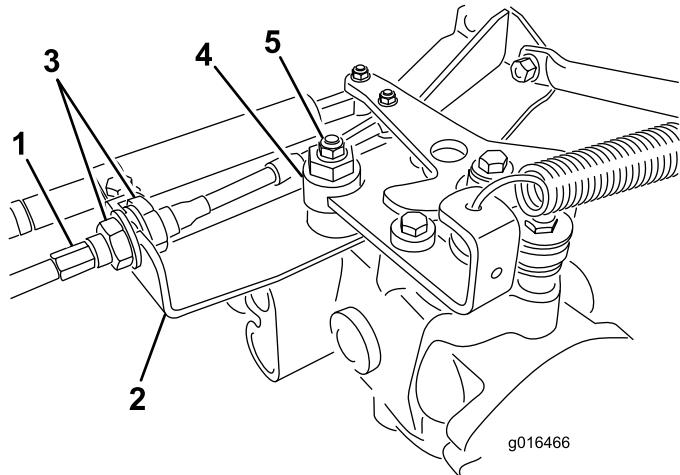

Figura 43
- Afloje las dos contratuerzas que fijan el cable de control de tracción a la escuadra del hidrostato (Figura 43). Asegúrese de aflojar ambas contratuerzas uniformemente y lo suficiente como para permitir el ajuste.
- Afloje la tuerca que sujetá el excéntrico a la parte superior del hidrostato (Figura 43).
rueda deje de girar, apriete la tuerca para bloquear el excéntrico y el ajuste (Figura 43). Compruebe el ajuste con el acelerador en las posiciones LENTO y RÁPIDO.
- E. Desde cada lado de la escuadra, apriete las contratuerzas **uniformemente**, fijando el cable de tracción a la escuadra (Figura 43). No tuerza el cable.